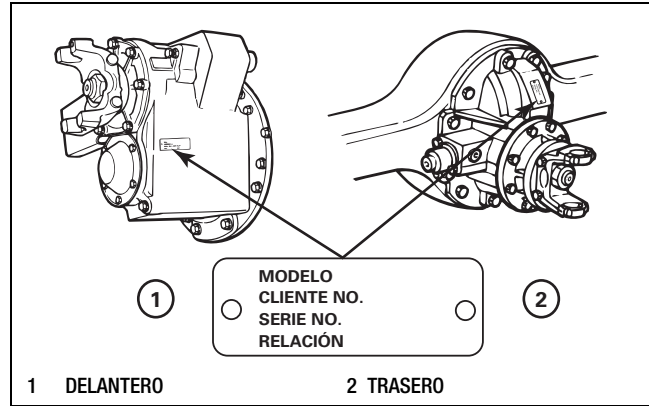

Figura 4.15
1. Ubique las etiquetas de identificación que están remachadas en los portadiferenciales del eje delantero y trasero. Figura 4.15.